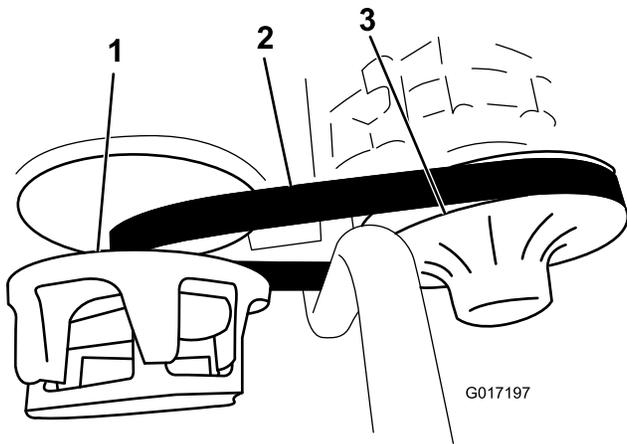

Figura 40
3. Haga girar la correa e inspecciónela (Figura 40) para asegurarse de que no está excesivamente desgastada ni dañada. Cambie la correa si es necesario.
1. Haga girar la correa y llévela sobre el embrague secundario (Figura 40).
2. Retire la correa del embrague primario (Figura 40).